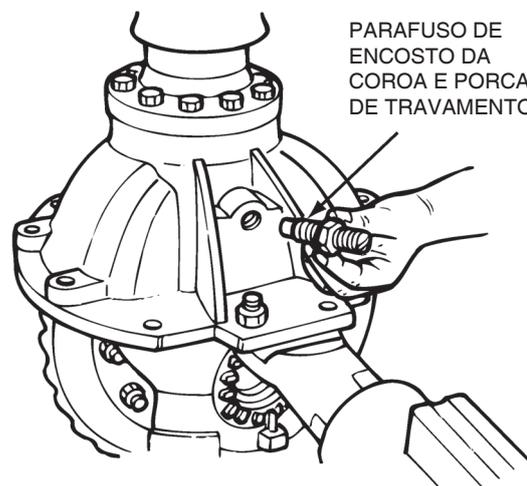

Figura 5.60
2. Instale a porca de travamento no parafuso de encosto da coroa, até a metade do comprimento do parafuso. Figura 5.60.